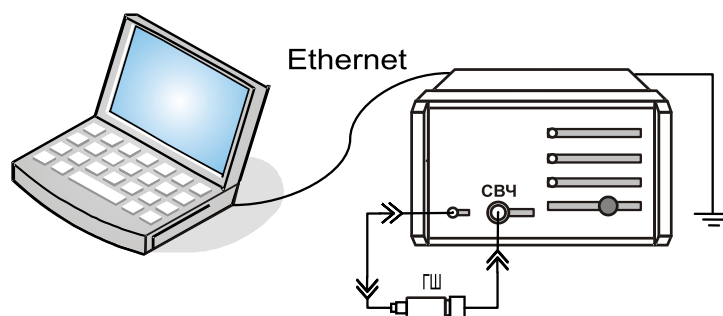

Рисунок 4.8 – Схема калибровки ГШ
**Шаг 5.** Подключить эталонный ГШ к измерителю (см. рисунок 4.8):